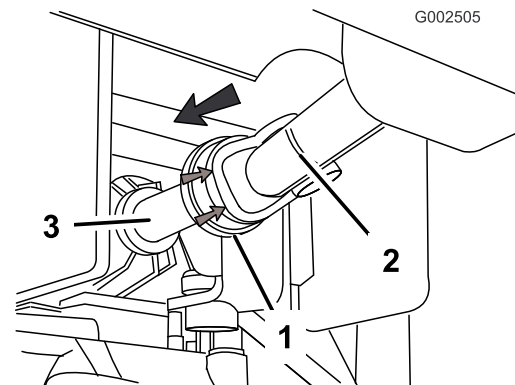

Bild 22
- Ziehen Sie die Gummihabe vorne am Zapfwellenantrieb (ZWA) nach hinten (Bild 22).
- Montieren Sie die Antriebswelle auf der ZWA-Abtriebswelle (Bild 22).